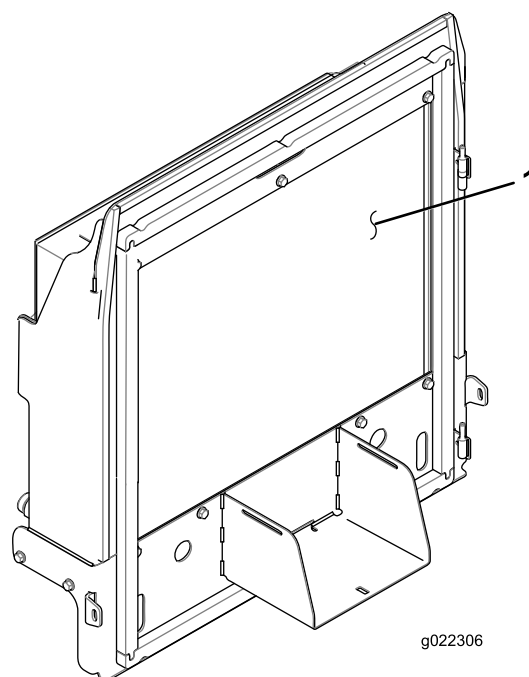

Figura 71
4. Limpe bem ambos os lados do radiador e do dispositivo de arrefecimento de óleo (Figura 71) com ar comprimido.